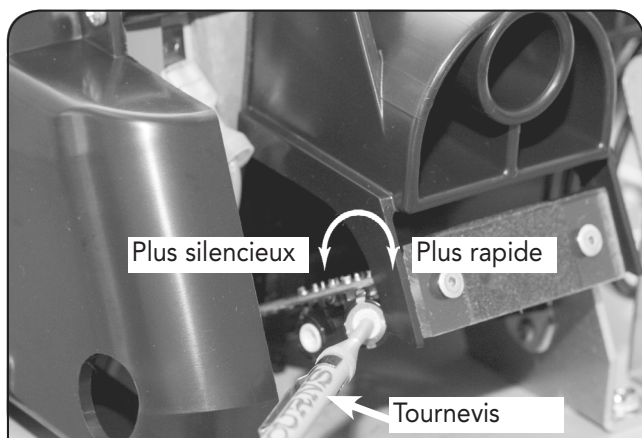

FIGURE 2 – RÉGLAGE DU SON ET DE LA VITESSE
6. **Réglage du son et de la vitesse** – Le sèche-mains est réglé sur la vitesse maximale lors de l'expédition. À l'aide d'un petit tournevis à lame plate, tournez **AVEC PRÉCAUTION** le potentiomètre de réglage de la **VITESSE** de 3/4 DE TOUR MAX. **DANS LE SENS ANTIHORAIRE** pour **RÉDUIRE LE SON ET LA VITESSE**. Tournez **AVEC PRÉCAUTION** **DANS LE SENS HORAIRE** pour **AUGMENTER LE SON ET LA VITESSE**. Voir figure 2.